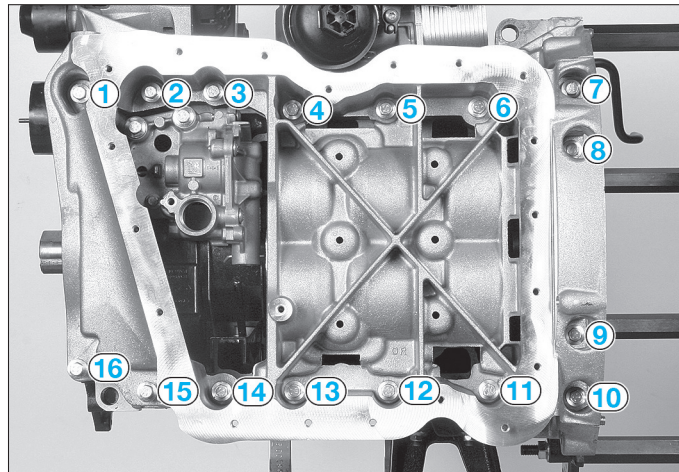

FIG. 79
- reposer la semelle du bloc-cylindres et la serrer dans l'ordre et aux couples prescrits (fig. 79).